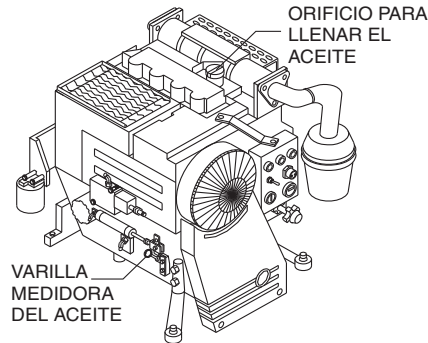

Figura 12. Varilla medidora del aceite del motor (retirandola)
2. Retire la varilla medidora de su base (Figura 12) y límpiela.